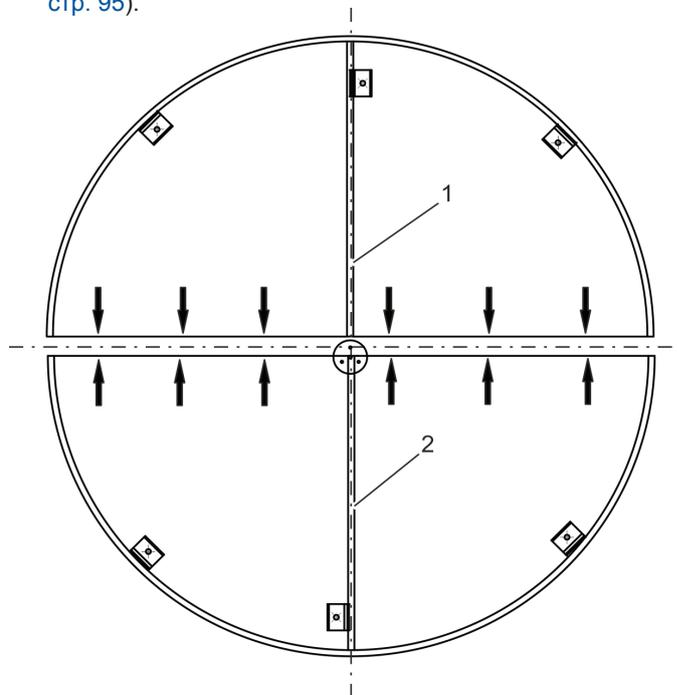

Рис. 26 Половины напольного кольца
1. Соединить половины напольного кольца (рис. 26/1 + 2) с помощью винтов в указанных точках (рис. 26/ ↑ + ↓).